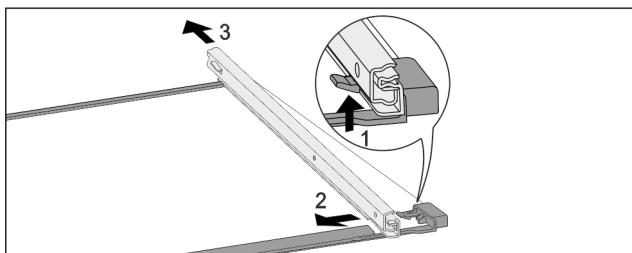

Fig. 133 Skleněná deska s kolejničkami
- Přední aretační háček zatlačte nahoru. Fig. 133 (1)
- Výsuvnou kolejničku vysuňte stranou Fig. 133 (2) a dozadu Fig. 133 (3).